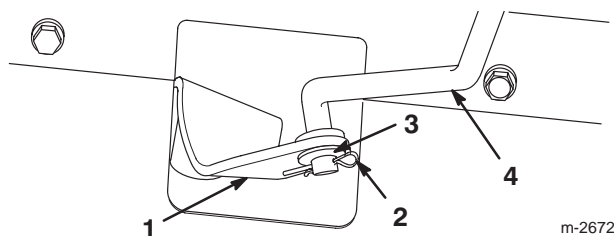
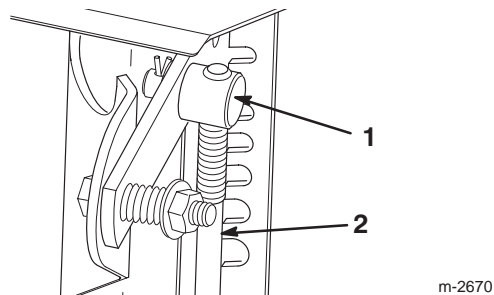

Figure 6
Figure 7
1. Tirez le bras de changement de vitesse à fond vers l'extérieur (Fig. 6).
3. Vissez le haut de la tige de changement de vitesse dans le tourillon (Fig. 7) jusqu'à ce que le bas de la tige puisse être inséré dans le trou du bras de changement de vitesse (Fig. 6).
4. Insérez la tige de changement de vitesse dans le bras, mettez une rondelle plate sur la tige et fixez le tout à l'aide d'une goupille fendue (Fig. 6).